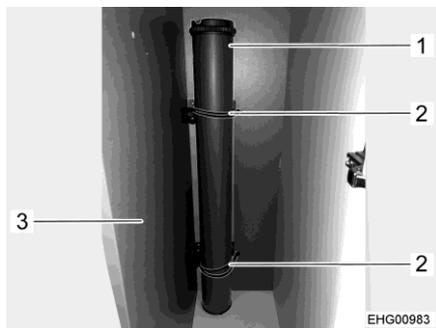

Fig. 38 Pied de table (dans la penderie)
- Placer le pied de table (Fig. 38,1) dans la penderie (Fig. 38,3) (derrière la cuisine).
- Fixer le pied de table en haut et en bas avec un élastique (Fig. 38,2) sur la fixation prévue à cet effet.